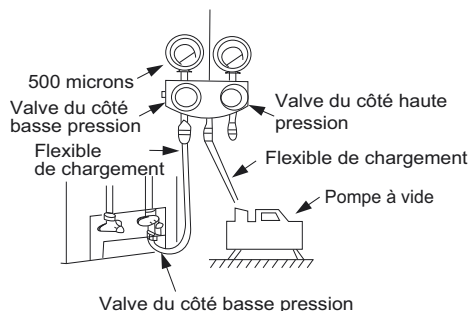

Fig. 25 – Collecteur
3. Ouvrez complètement le côté basse pression du manomètre du collecteur (consultez la figure 25).